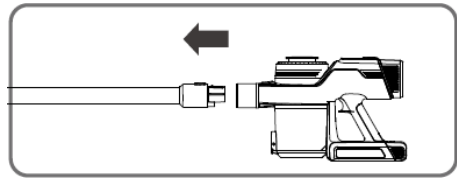

Abbildung 2
- Um das Aluminiumrohr zu entfernen, halten Sie das Gehäuse fest mit einer Hand und ziehen Sie es mit der anderen Hand heraus, indem Sie den Knopf drücken. (Abbildung 2)